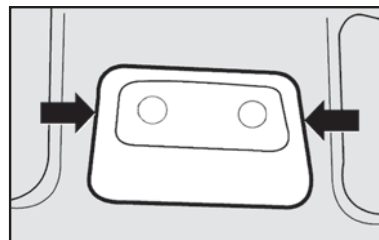

fig. 41
- Com uma chave de fenda (não fornecida) nos pontos indicados **fig. 41**, remover o conjunto da luz interna montada a pressão pelas travas.